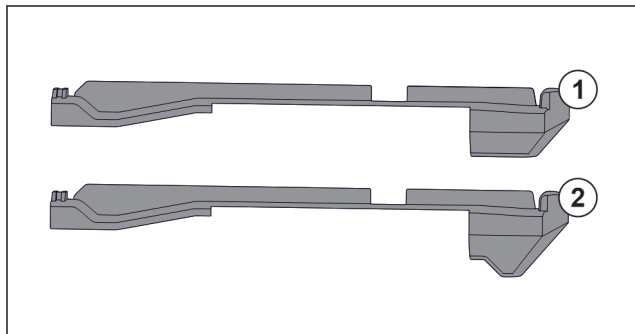

Fig. 220 Usporedba natičnih dijelova
U uređaju se nalaze dva različita natična dijela. Natični dio iznad najdonje ladice Fig. 220 (2) ima trokutasti rub. Svi drugi natični dijelovi Fig. 220 (1) imaju ravan rub.
- Postavite natični dio Fig. 220 (2) s trokutastim rubom iznad najdonje ladice.
- Postavite natični dio Fig. 220 (1) s ravnim rubom na svim drugim stranama.